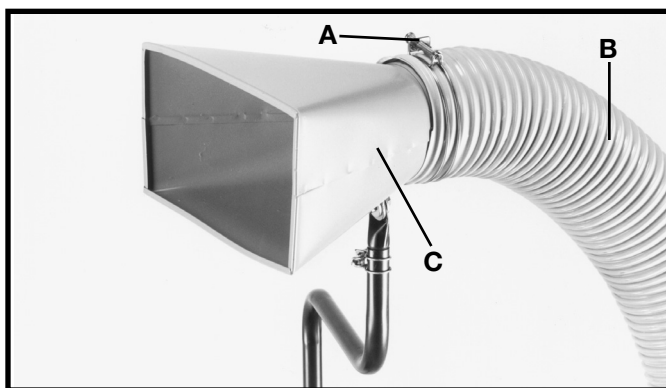
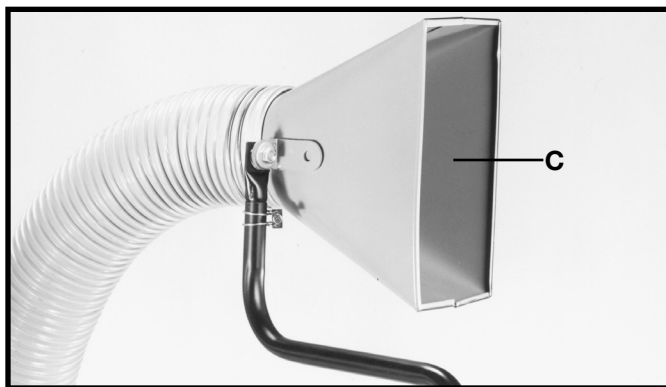

Fig. 17
Fig. 18
3. Coloque la abrazadera de manguera restante (A), Fig. 17, alrededor del otro extremo de la manguera de aspiración (B), deslice la manguera (B) sobre el embudo de entrada (C) y apriete la abrazadera de manguera (A). NOTA: Si lo desea, el embudo de entrada (C) puede girarse hasta la posición vertical, de la manera que se muestra en la Fig. 18.